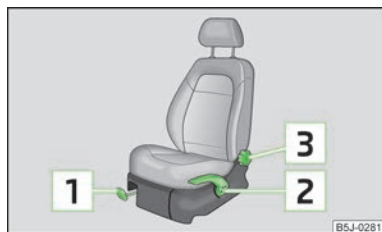

Fig. 37
- Tirar de la palanca **1** » fig. 37 hacia arriba, desplazando al mismo tiempo el asiento hasta la posición deseada.
- Si se quiere subir el asiento, tirar de la palanca **2** » fig. 37 hacia arriba o bombear.
- Descargar el respaldo (no apoyarse en él) y girar la ruedecilla de mano **3** » fig. 37 para ajustar la inclinación del respaldo deseada.